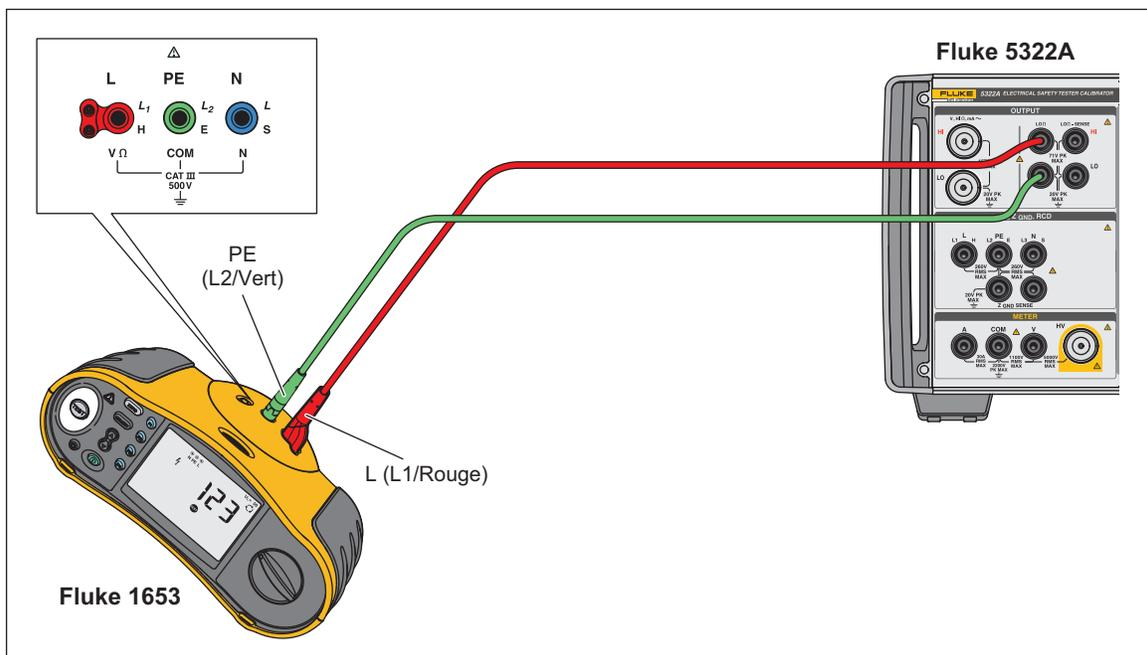

Figure 30. Raccordements de l'appareil testé lors d'un étalonnage de la résistance à 2 fils
2. En vous aidant de la figure 30, connectez l'appareil testé aux bornes **LOΩ HI** et **LO** du produit.